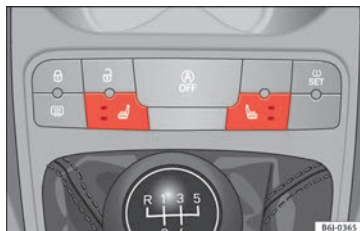

Fig. 125 Contacteur du chauffage des sièges avant.
- Appuyez sur le contacteur correspondant » **fig. 125** pour activer le chauffage du siège.
- Une pression sur la touche active le chauffage à l'intensité maximale. Les deux LED s'allument » **fig. 125**. Après 15 minutes à intensité maximale, la LED supérieure s'éteint, le système se désactive pendant 2 minutes et, une fois ce délai écoulé, le système se remet en fonctionnement à intensité minimale (la LED inférieure reste toujours allumée).